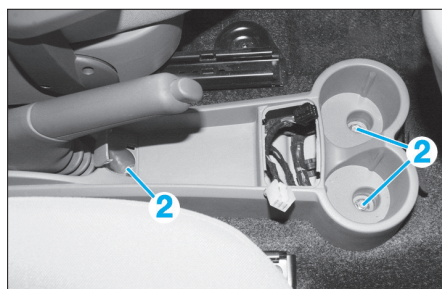

FIG. 3
- les écrous de fixation (2) (Fig.3),